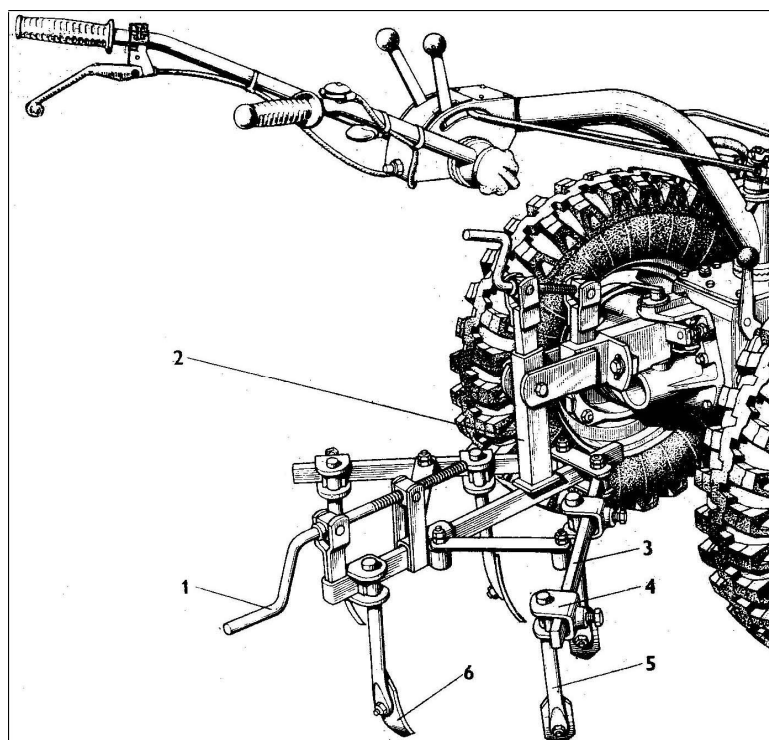

Рисунок 21 – Мотоблок в агрегате с культиватором
1) Присоедините к мотоблоку культиватор (рис.21).